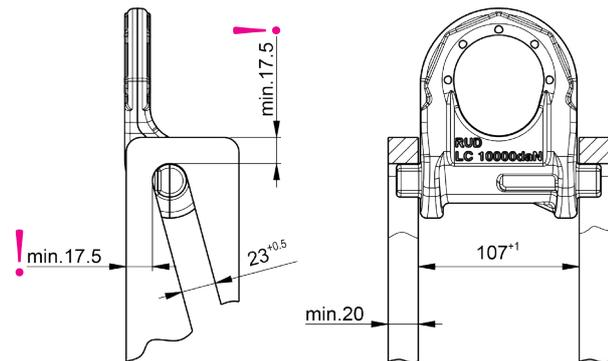

Рис. 7: Минимальные поперечные сечения для установки (кулисная коробка)
- Соблюдайте минимальные поперечные сечения монтажных пластин (ср. Рис. 7).